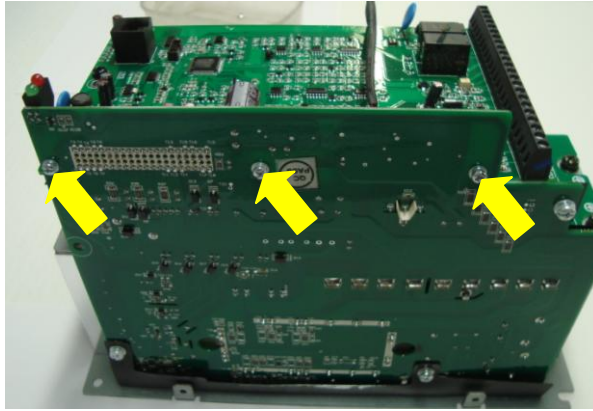

Рис. 7.9
7.6.3. Вкрутить три боковых винта крепления платы ЦП (желтые стрелки, рис. 7.9).